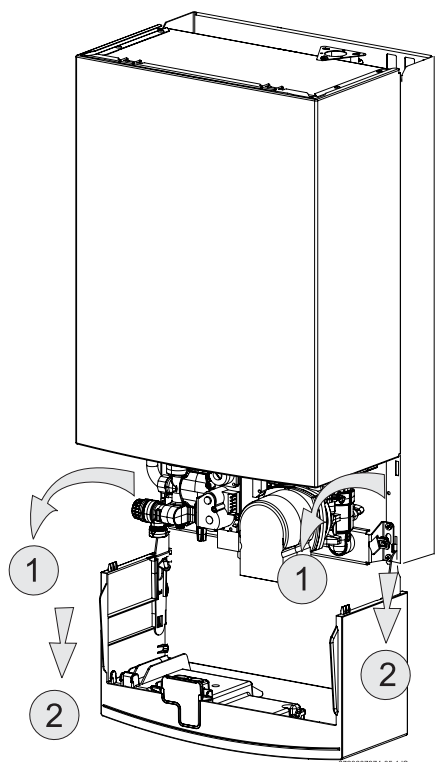

Fig. 10 Poziție pentru service pentru acces la sistemele de apă și electricitate
- Pentru a scoate complet panoul de comandă, când este poziționat ca în Fig. 10, se ridică și se trage în față.
- Se rabate în jos panoul de comandă (vezi fig. 10).